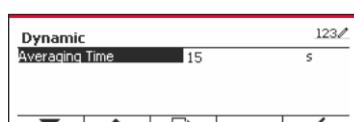

Figure 81
- Après avoir saisi la valeur moyenne désirée, appuyez sur le bouton multifonction correspondant à l'icône  pour confirmer. (Voir Figure 81)